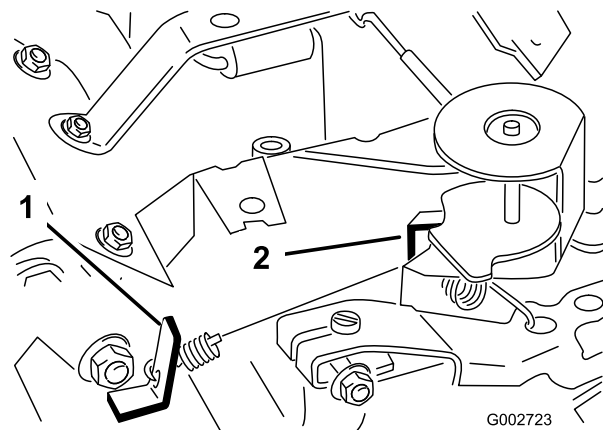

Figura 41
- Piegate la linguetta di ancoraggio della molla regolata alla minima (Figura 41) per ottenere una velocità minima di 1.675 - 1.175 giri/min.
6. Piegate la linguetta di ancoraggio della molla del massimo (Figura 41) per ottenere una velocità massima di 3.350 - 3.450 giri/min.